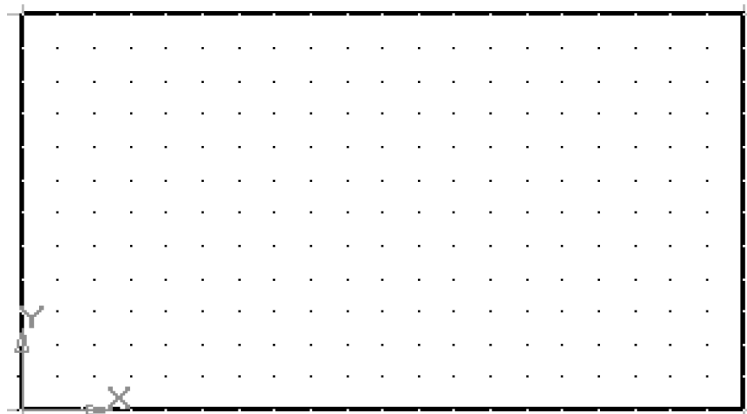

Рис. 54. Установка ЛСК на главном виде
15. Установите локальную систему координат (ЛСК) в левом нижнем углу габаритного прямоугольника главного вида (рис. 54).